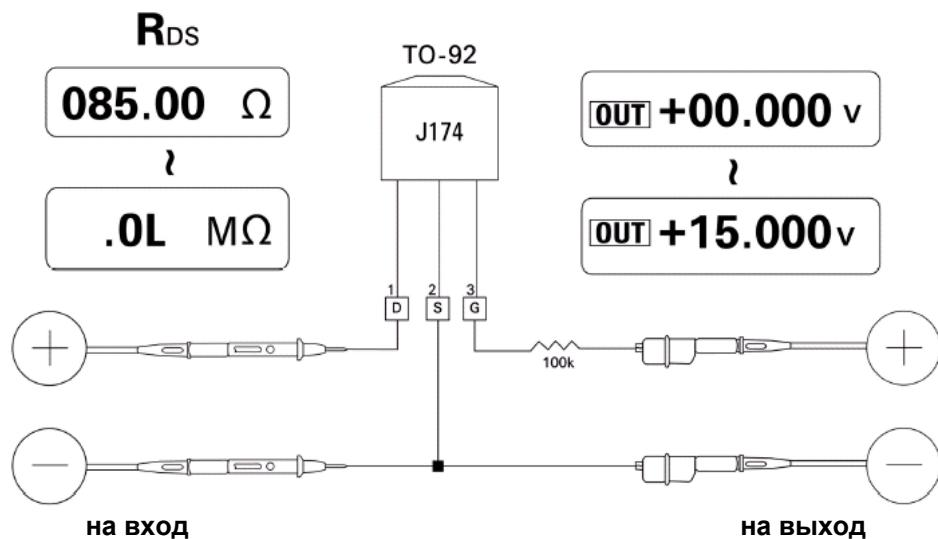

Рис. 5-12 Измерение напряжения отсечки р-канального полевого транзистора
4. Постепенно изменяйте выходное напряжение с +00.000 В до +15.000 В. Соответственно будет увеличиваться значение R_{DS} (см. рис. 5-12).